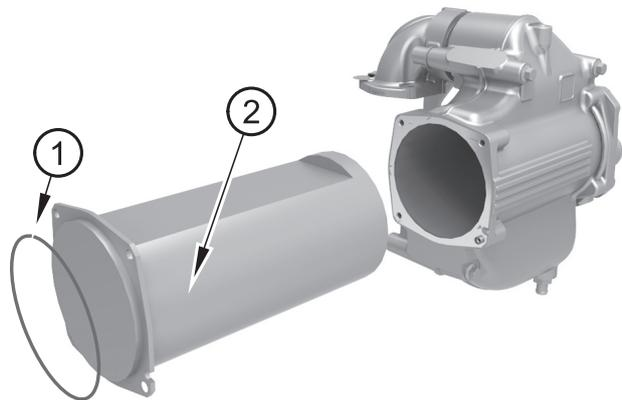

Figura 25
1. Rimuovere l'O-ring (figura 25 voce 1) e il fascio di tubi (voce 2).